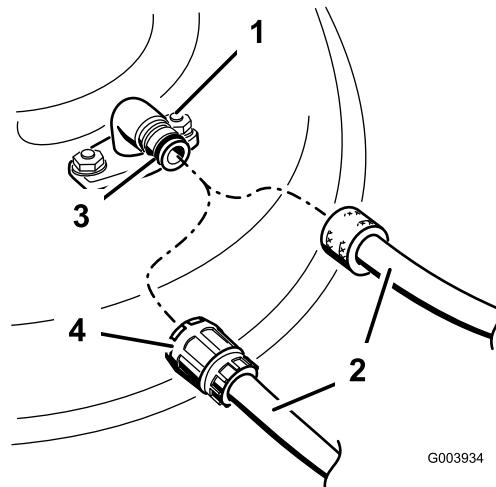

Figura 72
- Montate il manicotto del tubo flessibile sul raccordo di lavaggio del tosaerba, quindi aprite il rubinetto per erogare un getto forte (Figura 72).